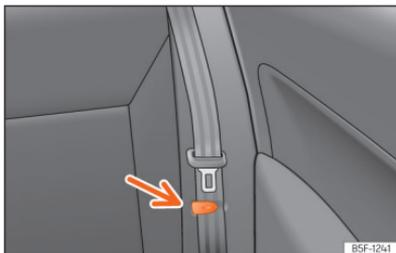

Abb. 94 Rücksitz: Bügel zum Halten des Sicherheitsgurtes.
- Befestigen Sie die seitlichen Sicherheitsgurte am Halter der Verkleidung »» (Abb. 94).